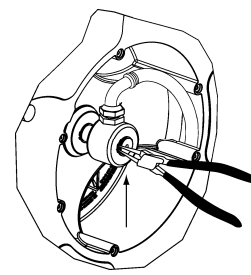

Fig. 17
- Remove the circlip and pull the swivel. Be careful not to damage the swivel O-Ring (Fig. 17).
- Ta loss segersäkringarna och dra loss sviveln. Var försiktig så att inte svivelns O-Ring skadas (Fig. 17).